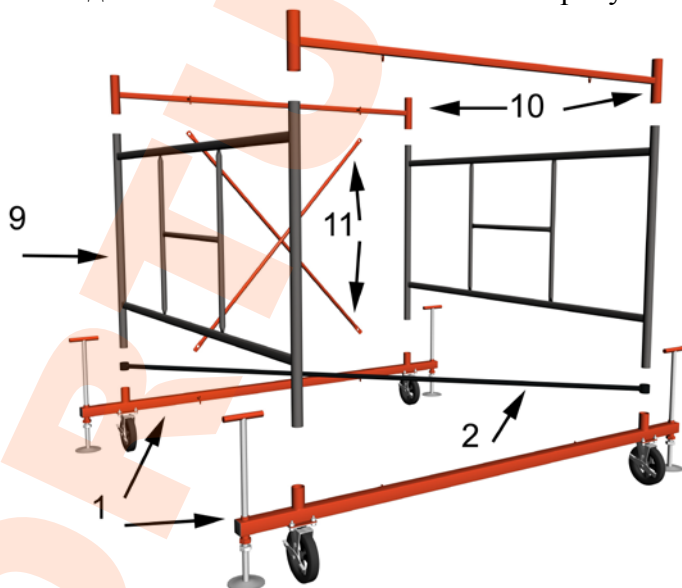

Рис.2
4.1. Сборка основания и секций. (Рис.2)